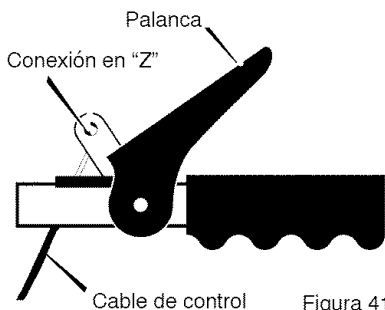

Figura 41
**NOTA:** Si los cables se han desconectado, conéctelos como se muestra en la Figura 41.